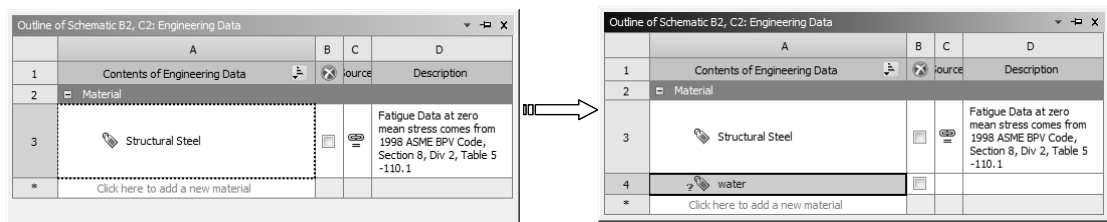

图 11-75 输入材料名称
- 2) 在【Outline of Schematic B2】窗口中单击【Click here to add a new material】选项，在空白处输入材料名称 water，如图 11-75 所示。